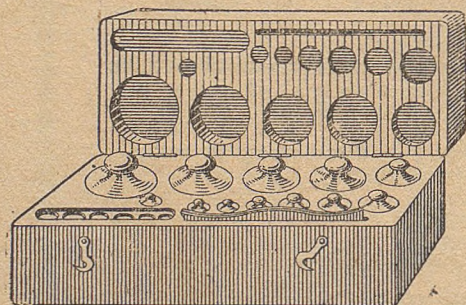

Рис. 16. Разновесоккез.
13. Разновесоккез. Ёшлїсьѳм понда гиряєз керсьѳны чуғунїсь (грубѳй ёшлїсьѳммез понда) лїбо латунїсь. Поснїтжык разновесоккез керсьѳны латунїсь лїбо алїуминїїсь (рис. 16).